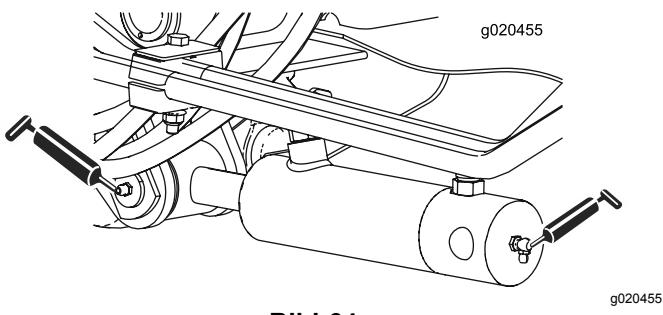

Bild 64
- Hubarmzylinderbüchsen (2) (Bild 64)